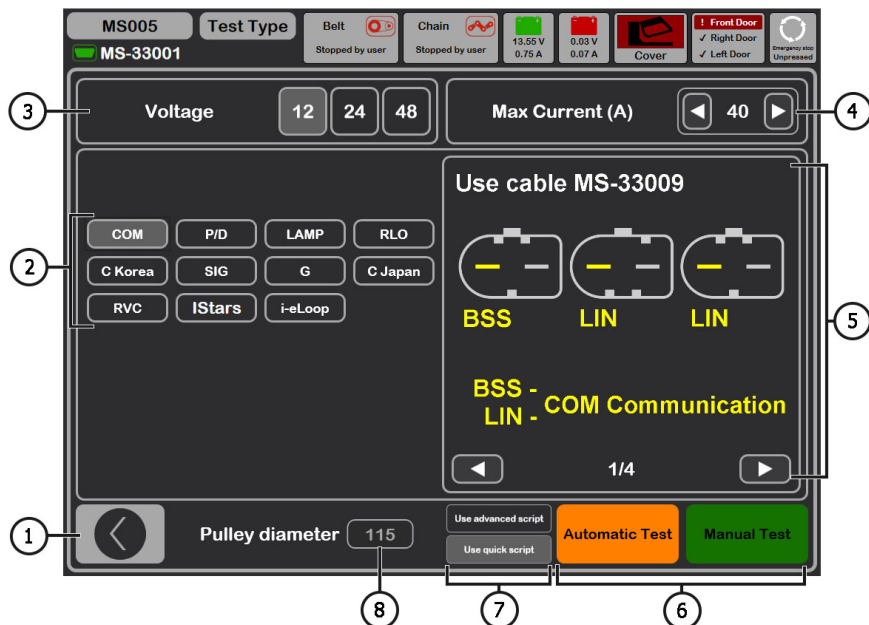

Рисунок 22. Меню вибору типу генератора, що діагностується
Під час активації режиму діагностики генераторів відкривається меню вибору типу генератора, що діагностується (рис. 22), яке містить:
- 7 - Керування навантаженням на генератор, величина задається у відсотках від встановленої величини в меню рис. 22 поз. 4.
"Pulley RPM" - частота обертання на шківі генератора, якщо не вказано розмір шківів в меню рис. 22 поз. 8, то показується значення обертів приводу.